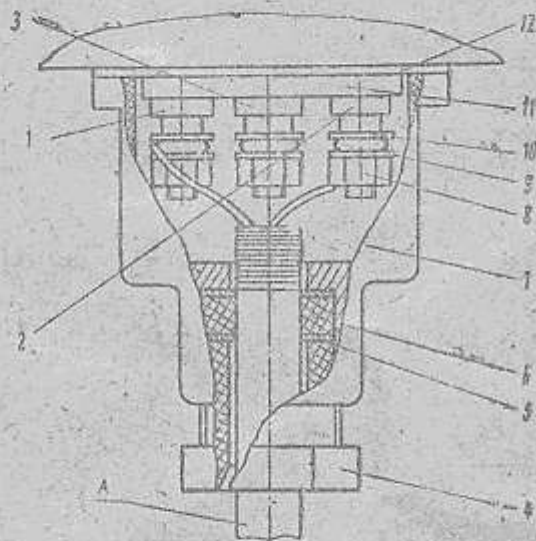

Рис. 4. Подсоединение кабеля:
На разделанный конец кабеля надеть детали 4, 5, 6, 7 (рис. 4), снятые при разборке штуцера.
а) к клеммам 1—2 колодки 11 (рис. 4), если необходимо, чтобы при понижении температуры контролируемой среды относительно уставки контакты прибора замыкали электрическую цепь;
Выровнять кабель по длине, закрепить колпачок 7 (рис. 4) на корпусе прибора четырьмя винтами, уплотнить кабельный ввод, затянув гайку штуцера 4.
5. Проверку сопротивления электрической изоляции между корпусом прибора и токоведущими деталями производить мегомметром, развивающим напряжение 500 вольт постоянного тока. Один полюс мегомметра подключить к соединенным между собой клеммам 1, 2, 3 (рис. 4) колодки II, а второй — к корпусу прибора в любой его части, свободной от лакокрасочного покрытия или к винту 2/ (рис. 2) заземления. Проверку производить в соответствии с п. 9а.